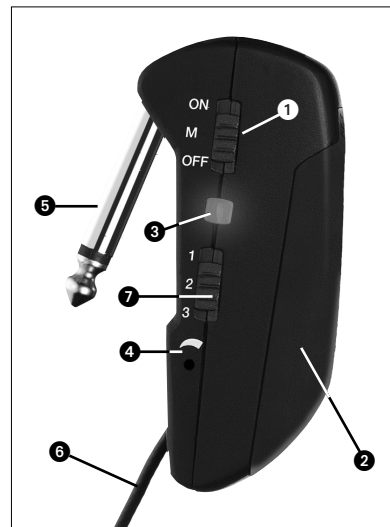

Fig. 1 : Eléments de commande sur le GB 40 FLEXX
2.5 Eléments de commande (voir Fig. 1)
4.2 Réglage de niveau (voir Fig. 1 et la notice du récepteur SR 40 FLEXX)